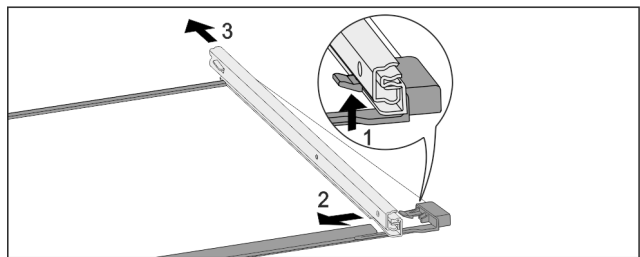

Fig. 161 Glasplatte mit Schienen
- ▶ Vorderen Rasthaken nach oben drücken. *Fig. 161 (1)*
- ▶ Auszugsschiene zur Seite *Fig. 161 (2)* und nach hinten *Fig. 161 (3)* wegschieben.